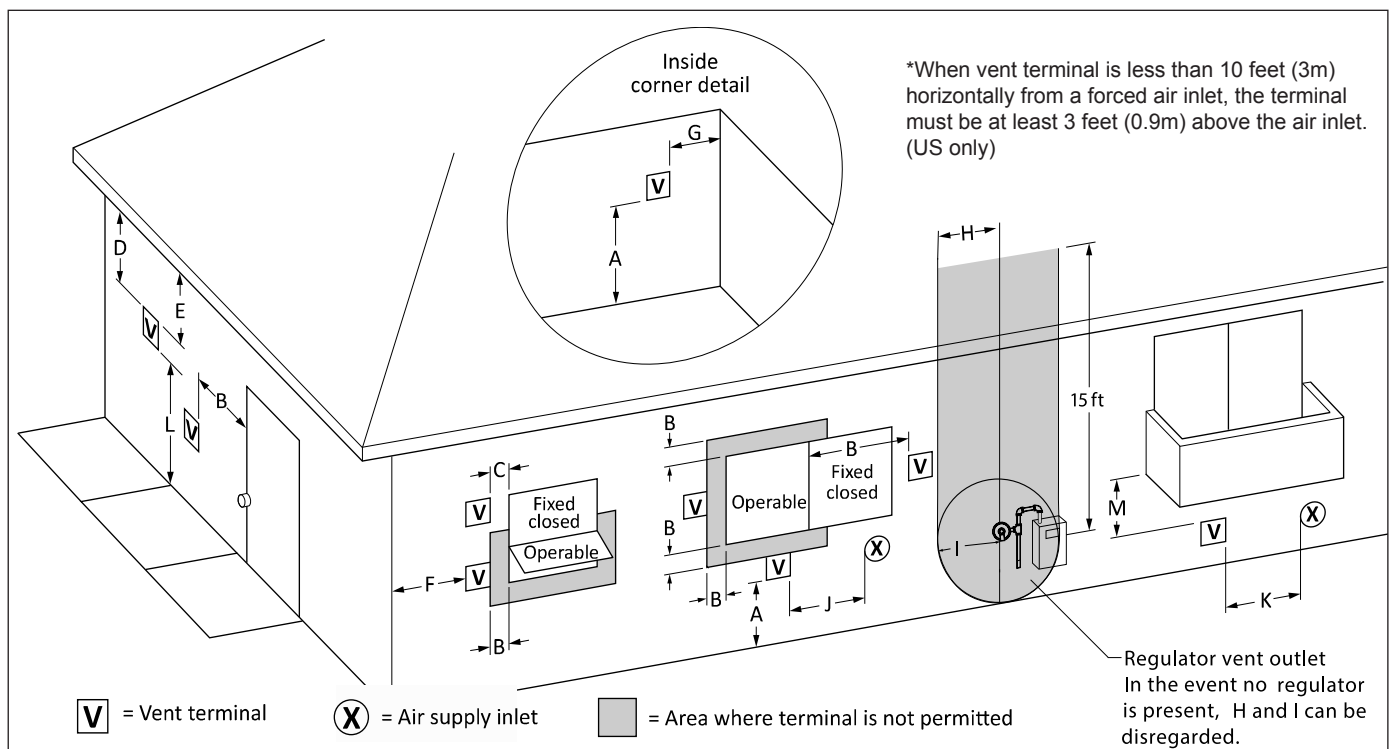
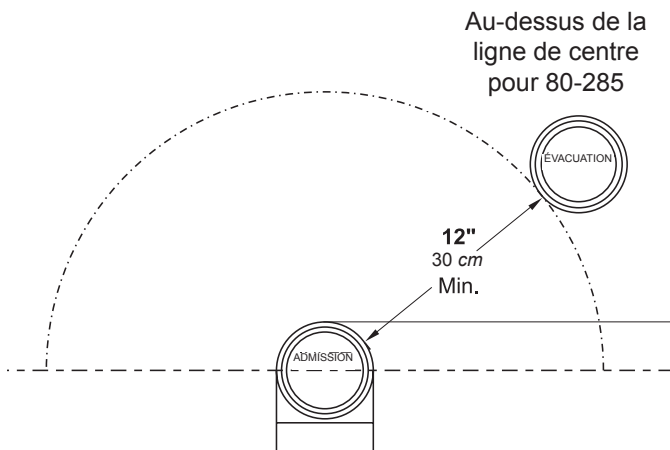

Figure 6. – Air de combustion et évacuation des gaz de combustion par un mur latéral
Figure 7. – Distance minimale du conduit d'évacuation des gaz de combustion
- Si la chaudière prélève l'air de combustion par le biais de conduits, et que la prise d'air se trouve sur le même mur que la terminaison d'évacuation des fumées, se reporter aux schémas des figures 6 et 7 pour connaître les espacements et l'orientation recommandés.
Si la prise d'air doit être murale, utiliser la terminaison de prise d'air de combustion murale, ou concentrique, fournie par le fabricant. (Voir Tableau 6.) Contacter le fabricant pour les raccords de terminaison AL29-4C. Prendre en compte les éléments suivants lors de l'installation de la terminaison: (Voir Figure 6 à Figure 7.)